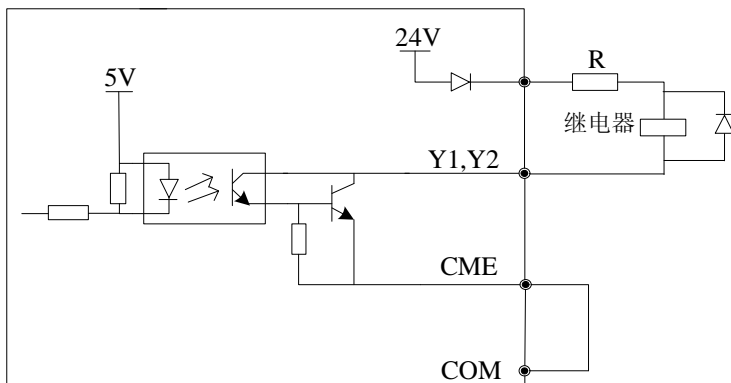

图 2-30 多功能输出端子接线方式1(仅37R5PB~3400P)
5) 多功能输出端子Y1、Y2可使用变频器内部的24V电源，接线方式请参见图2-30